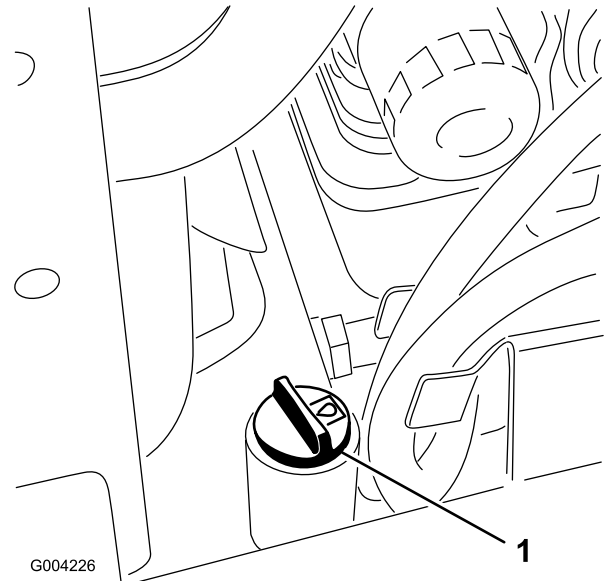

Figura 13
5. Limpie la zona alrededor del cuello de llenado del depósito de aceite hidráulico (Figura 13).